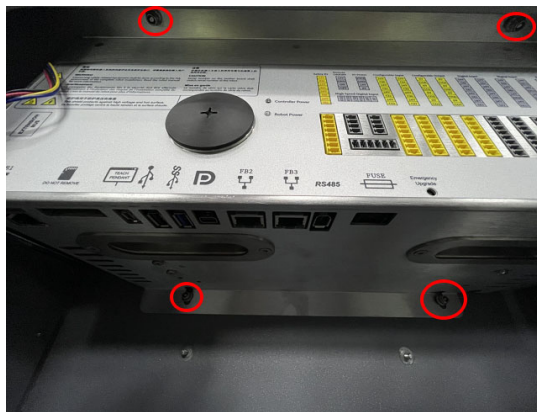

图 3-32 螺母位置
- 将安装钣金模块放回箱体内，并将 4 颗六角法兰面尼龙防松螺母拧紧固定好安装钣金，如图 3-32 所示；